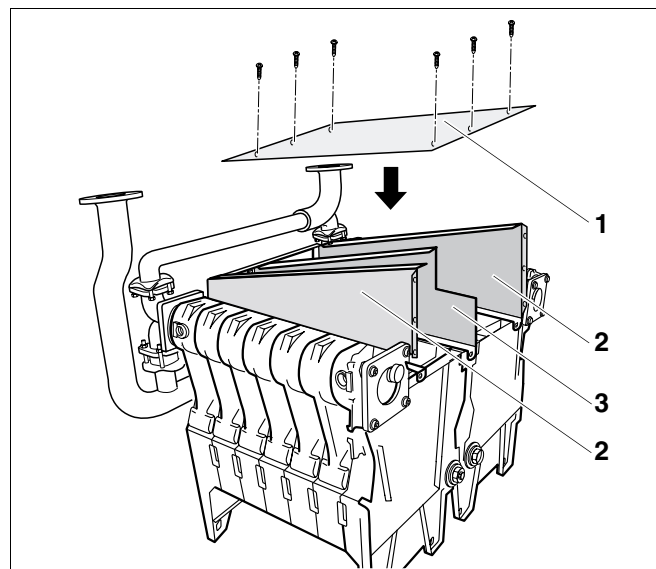

Рис. 38 Установка крышки для чистки
- Уложить крышку для чистки (рис. 38, поз. 1) и, не затягивая, прикрепить латунными винтами М6 х 16 с подкладными шайбами к перегородке (рис. 38, поз. 3) и боковым стенкам (рис. 38, поз. 2).